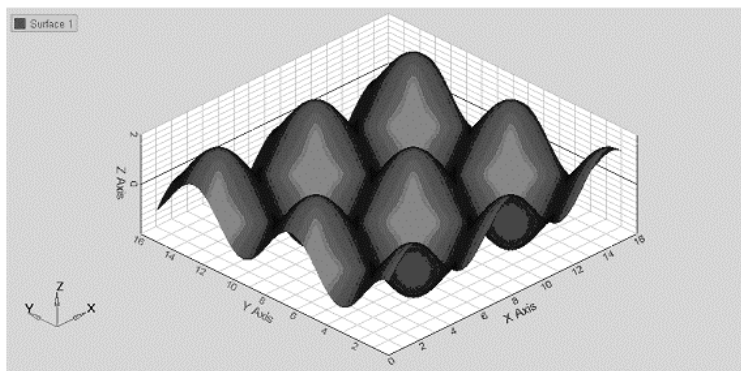

图 13-125 打开 mvw 文件
- (1) 通过主菜单依次选择 File > Open > Session。
- (2) 打开文件 Curve_Attributes_Surface.mvw，结果如图 13-125 所示。